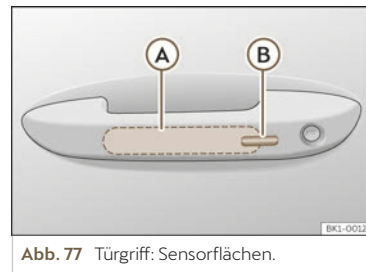

Abb. 77 Türgriff: Sensorflächen.
- Berühren Sie die Sensorfläche auf der Innenseite des Türgriffs >>> (Abb. 77) (A). Alle Blinker des Fahrzeugs blinken zweimal.
- Berühren Sie die auf der Außenseite des Türgriffs befindliche Sensorfläche >>> (Abb. 77) (B). Alle Blinker leuchten einmal auf.
- Berühren Sie innerhalb von 5 Sekunden einmal die auf der Außenseite des Türgriffs befindliche Sensorfläche >>> (Abb. 77) . Ergreifen Sie dabei nicht den Türgriff. Das Keyless Access-System ist jetzt vorübergehend deaktiviert.
Um mit der **Komfortfunktion** alle elektrischen Seitenfenster und das Glasdach zu schließen, lassen Sie einen Finger einige Sekunden auf der Sensorfläche für Verriegelung >>> (Abb. 77)  am Türgriff, bis die Seitenfenster und das Dach geschlossen sind.